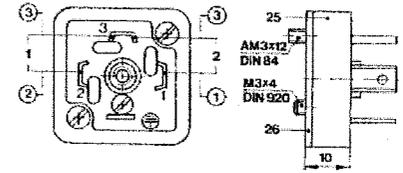
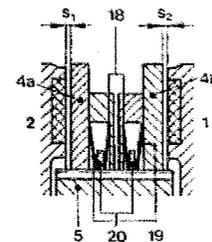

Bild 2
Bild 4
Zur Demontage der Kupplungs-Brems-Einheit wird die Gerätesteckdose (27) entfernt und die komplette Einheit über Abzugsgewinde im Deckel (7) von der Antriebswelle gezogen. Danach ist der Gerätestecker (25) zu lösen, sind die Kupplungsanschlüsse abzulöten (siehe Bild 2) und die Schrauben (14) zu entfernen. Dann kann das Gehäuse (6) mit der kompletten Abtriebsseite, einschließlich des Mitnehmers (5) und der beiden Anker (4a/4b) vom Deckel (7) abgezogen werden, so daß An- und Abtriebsseite als getrennte Gruppen vorliegen. Nach dem Lösen der Schrauben (16) läßt sich der Kupplungs-Magnetkörper (3) von der Hülse (9) ziehen. Nach dem Entfernen der Schrauben (15) kann das Kupplungs-Magnetgehäuse demontiert werden. Die Montage der Gruppe Antriebsseite erfolgt in umgekehrter Reihenfolge. Zur Demontage der Abtriebsseite werden zuerst die beiden Anker (4a/4b) von der Führungsverzahnung des Mitnehmers (5) gezogen. Dabei müssen die Reibungskräfte der Schleppringe (20/Bild 4) überwunden werden.
Die Kupplungs-Brems-Einheit wird in den meisten Fällen auf die Antriebswelle von Normmotoren mit DIN-Flansch geschoben und mit Schrauben befestigt. Die Funktionsweise der Kupplungs-Brems-Einheit ist folgendermaßen: Beim Bestromen der Kupplungs-Erregerwicklung mit Gleichstrom entsteht im Kupplungs-Magnetgehäuse (2) ein Magnetfluß, der zur Ausbildung von Magnetpolen am Kupplungs-Magnetkörper (3) führt. Die in den Magnetpolen wirksam werdende Magnetkraft zieht den kupplungsseitigen Anker (4a) über den Luftspalt S_1 an, der sich im ausgeschalteten Zustand der Kupplung durch die Rückstellfedern (18) des Ankers einstellt (Bild 4). Somit ist über die Antriebswelle des Motors, die Hülse (9), den Kupplungs-Magnetkörper (3), den kupplungsseitigen Anker (4a) mit dem Mitnehmer (5) und der Welle (8) eine reibschlüssige Verbindung zur
Vor Inbetriebnahme des Gerätes sind die Luftspalte S_1 und S_2 zwischen den Ankern (4a/4b) und dem Kupplungs-Magnetkörper (3) bzw. der Bremse (1) zu kontrollieren (Bild 4). Dazu sind die Verschlüsse (17) zu entfernen. Sollten sich die Luftspalte derart vergrößert bzw. verkleinert haben, daß bei Anlegen der Erregerspannung an die Kupplung bzw. an die Bremse die Anker (4a/4b) nicht imstande sind in Reibschlußstellung bzw. in Lüftstellung zu gelangen, so ist durch leichtes manuelles Nachdrücken der Anker (z. B. mit zwei Schraubenziehern) ein einwandfreies Funktionieren sichergestellt. Aufgrund der eingebauten Anker mit automatischer Verschleißnachstellung erübrigt sich eine Neujustierung der Luftspalte S_1 und S_2 . Die Kugellager sind mit Fettschmierung versehen. Die Lebensdauer beträgt 15000 Stunden oder maximal 2 Jahre.